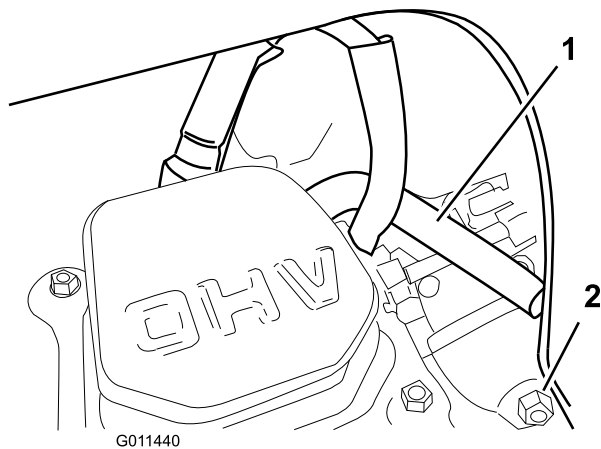

Figure 35
Remarque: Veillez à faire passer le tube de reniflard au-dessus du fil de la bougie, comme illustré (Figure 35).
6. Vidangez le carburateur par la vis de vidange (Figure 35) dans un bidon d'essence homologué.